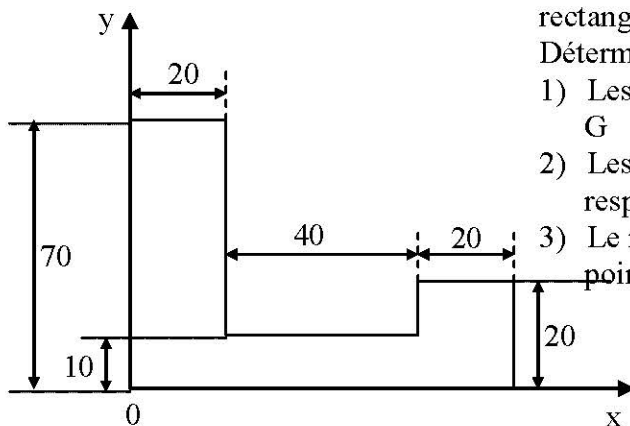

Figure 2
- B) Soit une surface plane (S) et un système d'axes rectangulaires (Ox, Oy) représentés par la figure 2. Déterminer pour (S) :
Deux fers plats, d'épaisseur $e = 5$ mm, sont assemblés par deux rivets. L'assemblage est soumis à une force de 20 kN. La largeur des pièces est égale à b (figure 2).